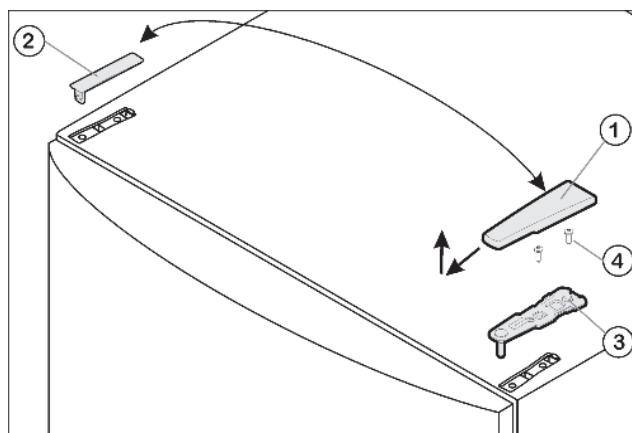

Fig. 4
- Tirer le cache Fig. 4 (1) vers l'avant et l'enlever par le haut.
- Retirer le cache Fig. 4 (2).
- Dévisser la charnière supérieure Fig. 4 (3)(2 vis Torx 25) Fig. 4 (4) et l'enlever par le haut.
- ▶ Placer la charnière supérieure Fig. 4 (3) sur le nouveau côté charnière dans la porte.
- ▶ Visser la charnière supérieure (2 x vis Torx 25). Fig. 4 (4). Pointer les trous de vissage ou utiliser une visseuse sans fil.
- ▶ De l'extérieur, poser puis encliqueter le cache Fig. 4 (1) et le cache Fig. 4 (2) sur le côté opposé.